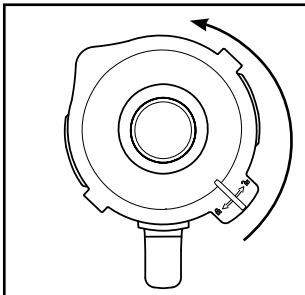

Abb. 1
- 1) Nehmen Sie den Mixaufsatz ③ gerade nach oben vom Motorblock ⑥ ab.
- 2) Entfernen Sie den Deckel ②, indem Sie ihn so weit gegen den Uhrzeigersinn Richtung Position  drehen (siehe Abb. 1), bis Sie ihn nach oben abziehen können.